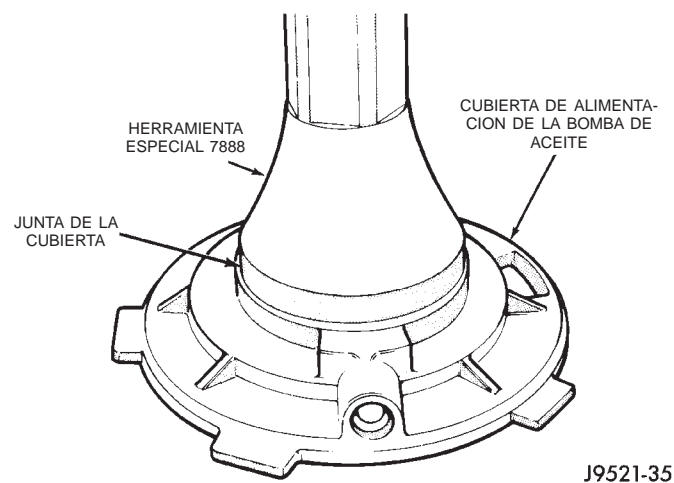

Fig. 59 Instalación de la junta de la bomba de aceite
(14) Instale una junta nueva en la cubierta de alimentación de la bomba de aceite con la herramienta especial 7888 (Fig. 59).